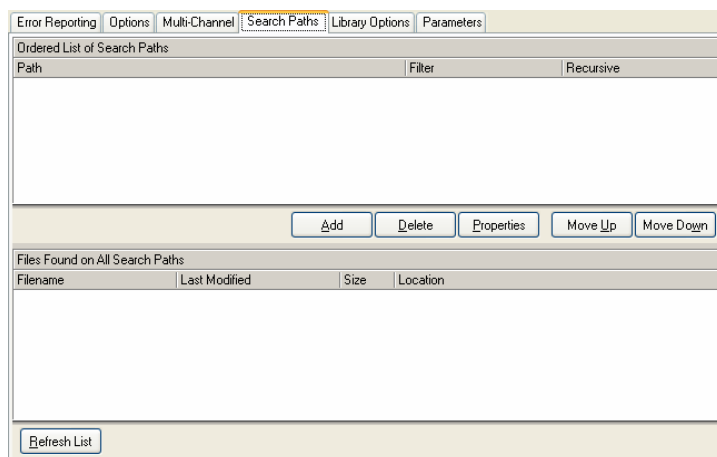

图 5.30 “Search Path”选项卡
(7) 单击如图 5.29 所示的“Options for Script Project Custom.SchLib”对话框中的“Search Path”标签，打开如图 5.30 所示的“Search Path”选项卡。